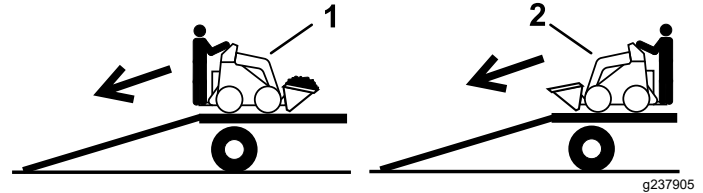

Figura 15
2. Descargue la máquina del remolque por la rampa con el extremo más pesado hacia arriba, y la carga en la posición más baja posible (Figura 15).